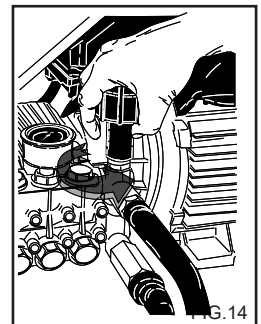

FIG.14
O dispositivo regulador de pressão, fig. 14, permite regular a pressão de trabalho. Rodando o manipulo C no sentido inverso ao dos ponteiros do relógio (B) (mínimo) obtém-se uma redução da pressão de funcionamento.